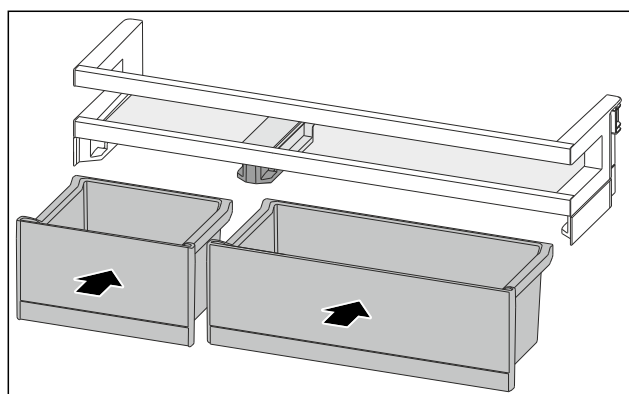

Fig. 116
- ▶ 排列互换后装入 VarioBox。[参见 Fig. 116]